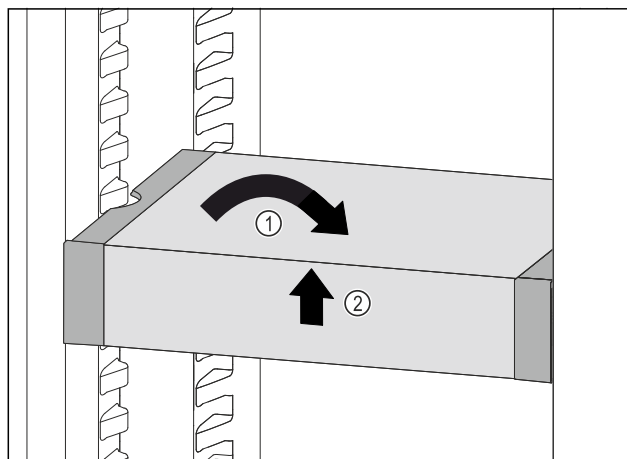

Fig. 199
- Vendosni drejt VarioSafe. Fig. 199 (1)
- Ngrini lart VarioSafe në pjesën përpara. Fig. 199 (2)